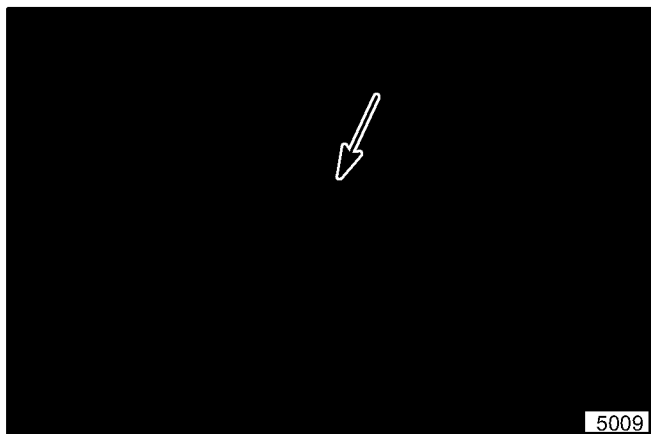

Figure 10. Tube attaché au côté du moteur
- 17. Attacher le tube en serpentin qui contient le câble d'accélérateur et le fil de l'interrupteur au côté du moteur comme indiqué à la figure 10.